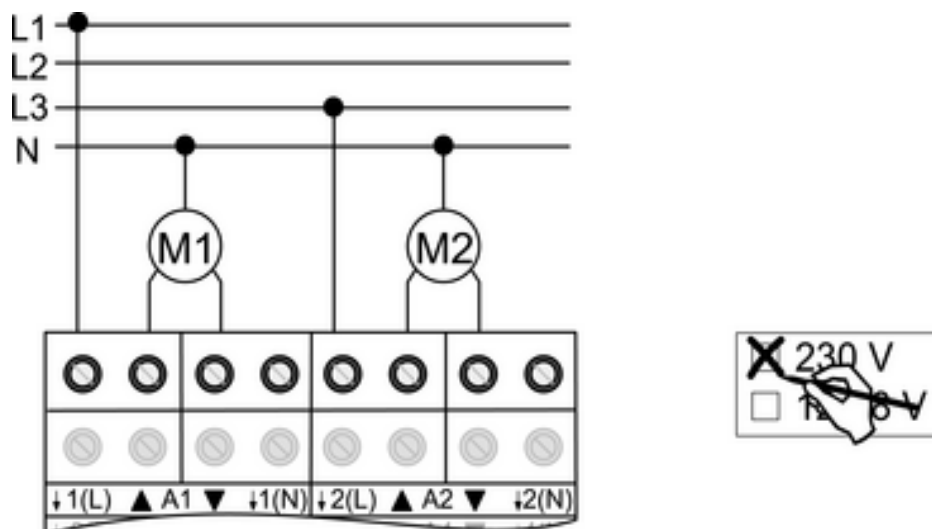

Bild 6
- Motoren anschließen (Bild 6).
- Verwendung **230 V** auf Etikett kennzeichnen (Bild 6).
- i** Die N-Leiter-Anschlüsse (14) dienen nur der Fahrzeiterkennung und bieten kein N-Potential.